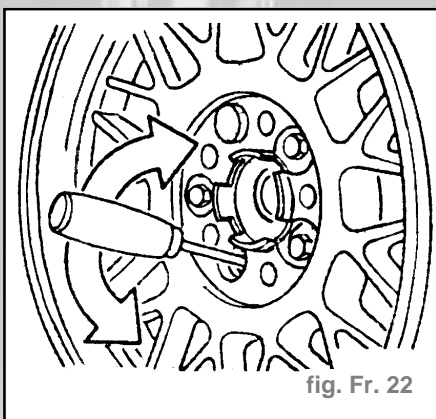

fig. Fr. 22
- Serrer la vis de réglage à l'aide d'un tournevis jusqu'à ce que la roue ne puisse plus tourner (fig. Fr. 22).